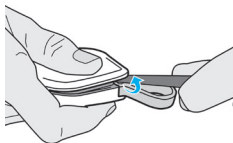

Abb. 5b
2. Dann die beiden Gehäuseteile langsam und fest auseinanderspreizen - **Abb. 5b**.